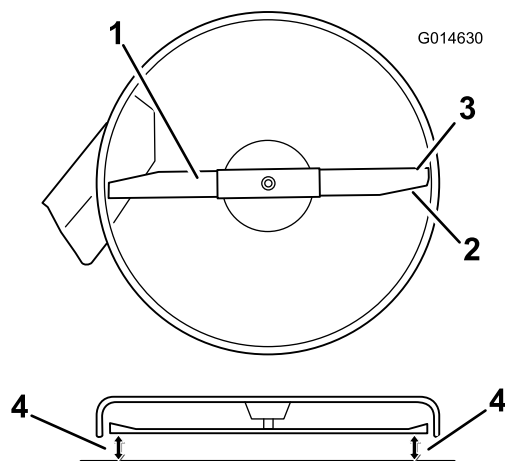

Figura 49
4. Rode cuidadosamente a lâmina para que todas estejam alinhadas (Figura 49).
- Meça entre as extremidades de corte exteriores e a superfície plana (Figura 49). Se ambas as medições não se encontrarem dentro do intervalo de 5 mm, é necessário um ajuste, continue com este procedimento.